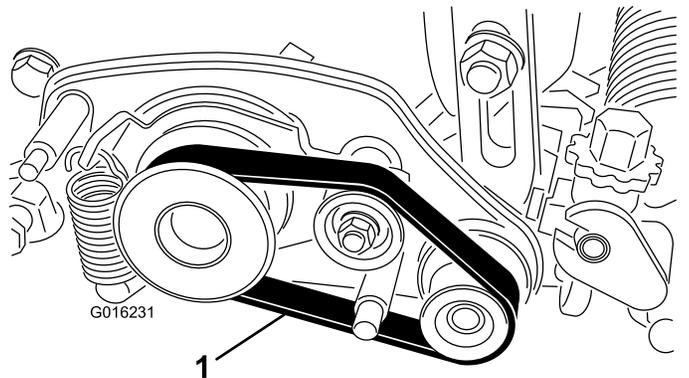

Figure 30
2. Retirez la courroie de la poulie d'entraînement, la poulie de tension et la poulie menée (Figure 30).